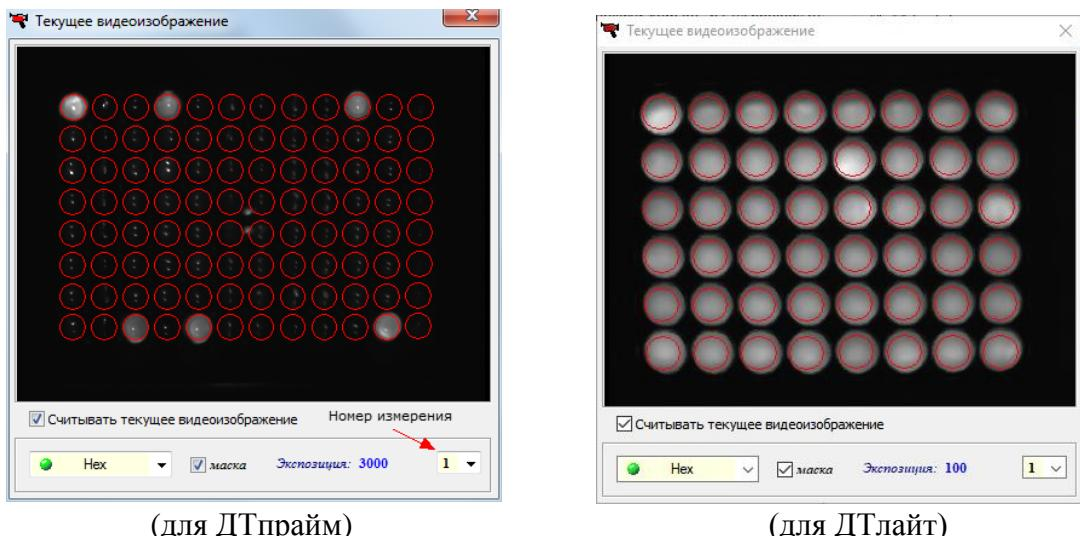

Рис.56 Окно «Текущее видеоизображение»
– кнопка для вывода окна **Текущее видеоизображение** с отображением поля матрицы с пробирками на данном цикле при данном измерении (Рис.56).